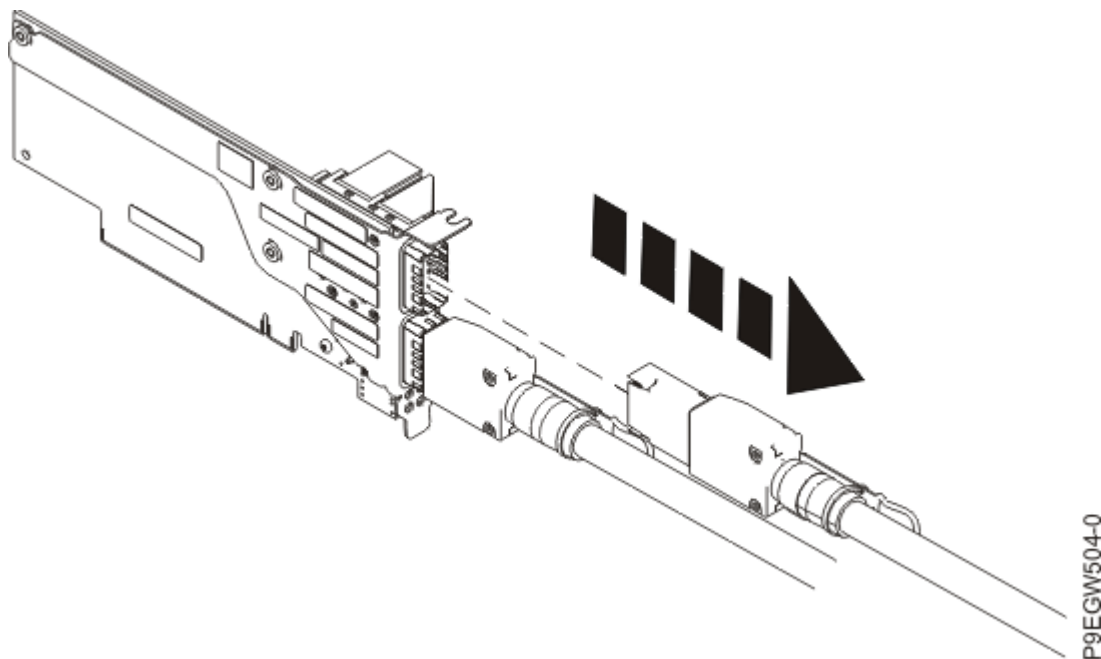

图 7: 从主机系统上的 电缆适配器 端口拔下扩展抽屉电缆
2. 要从主机系统拔下扩展抽屉电缆，请握住拉片并从主机系统上的 电缆适配器 端口拔出扩展抽屉电缆，如 第 20 页的图 7 中所示。